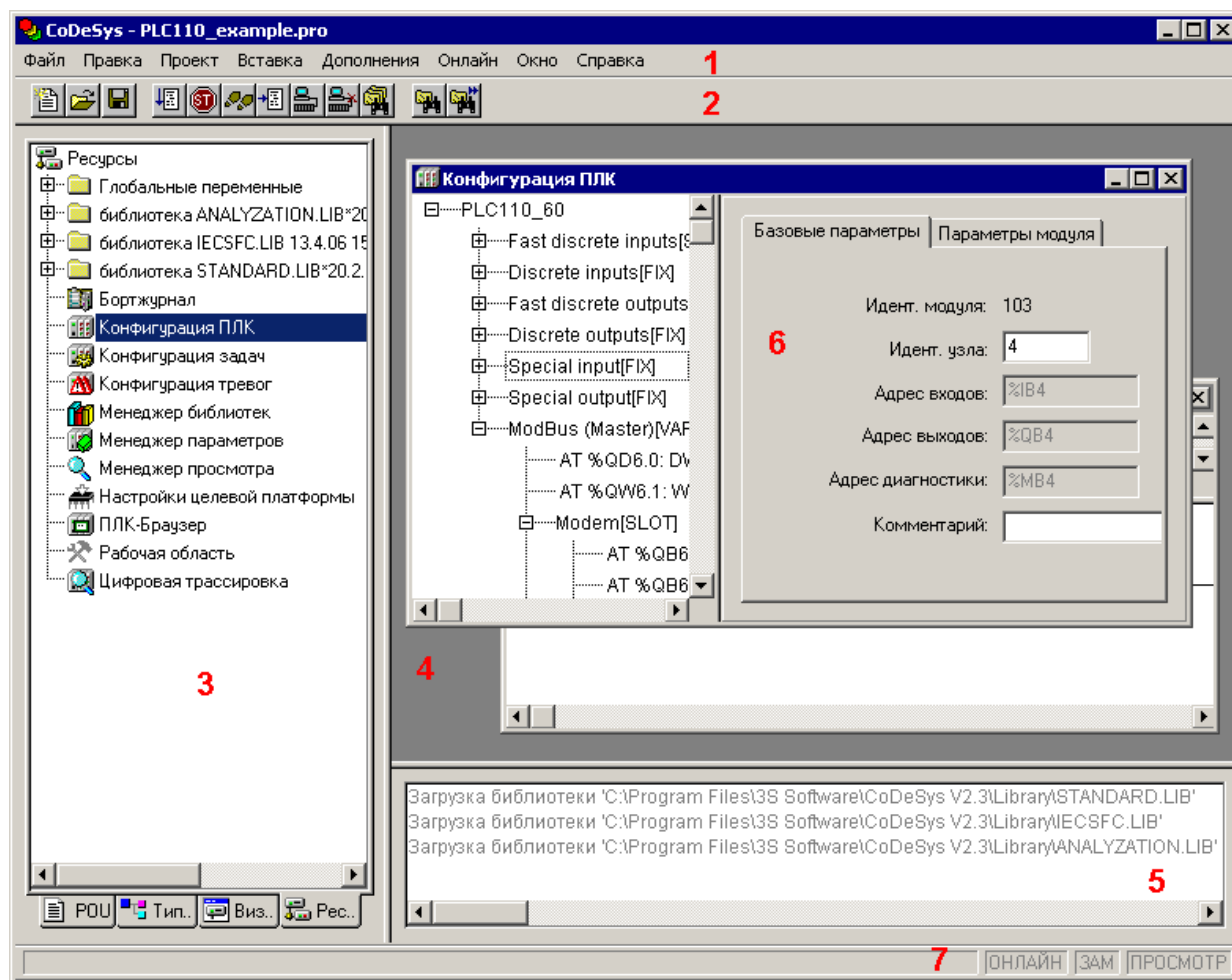

Рисунок 3.2 – Главное окно ПО CODESYS
- 2) В открывшемся главном окне ПО CODESYS (рисунок 3.2) – вызвать команду «Файл | Новый (File | New)» главного меню или нажать кнопку «Новый (New)» () панели инструментов.